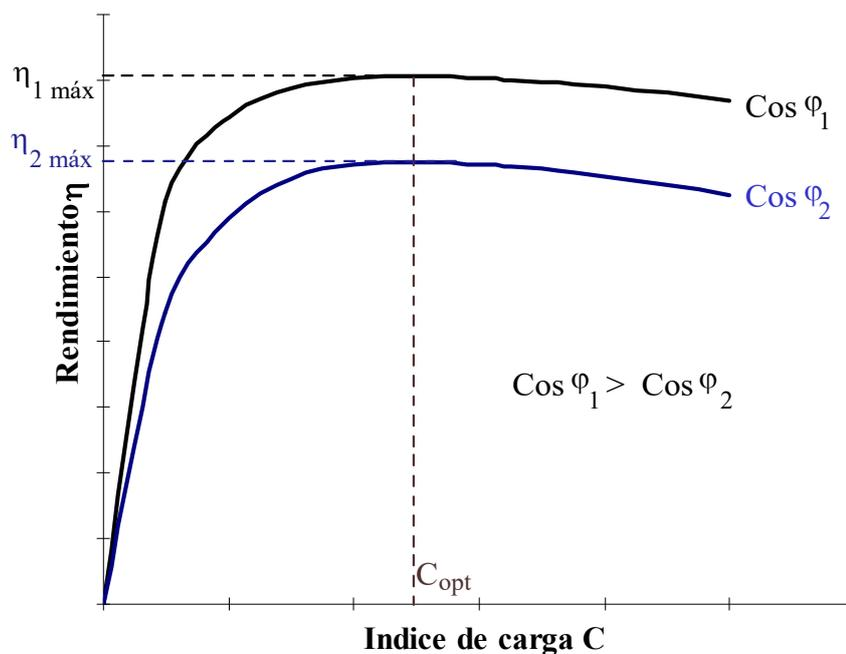

Fig. 1: Curvas de rendimiento η en función del índice de carga C para varios factores de potencia
En la Fig. 1 se han representado varias curvas en las que se aprecia cómo varía el rendimiento η en función del índice de carga C a factor de potencia constante. Estas curvas se han dibujado aplicando la relación (6). Se puede apreciar que hay un índice de carga C_{opt} con el cual, para un factor de potencia dado, el transformador funciona a su máximo rendimiento $\eta_{m\acute{a}x}$. Este índice de carga óptimo es común para todos los factores de potencia y se produce cuando las pérdidas variables igualan a las fijas:
Aunque para todos los factores de potencia el rendimiento máximo se produce con el mismo índice de carga C_{opt} , en la Fig. 1 se puede apreciar que el rendimiento máximo $\eta_{m\acute{a}x}$ varía con el factor de potencia siendo mayor cuanto mayor es éste. Por lo tanto, el mayor de los rendimientos máximos se produce para factor de potencia unidad: